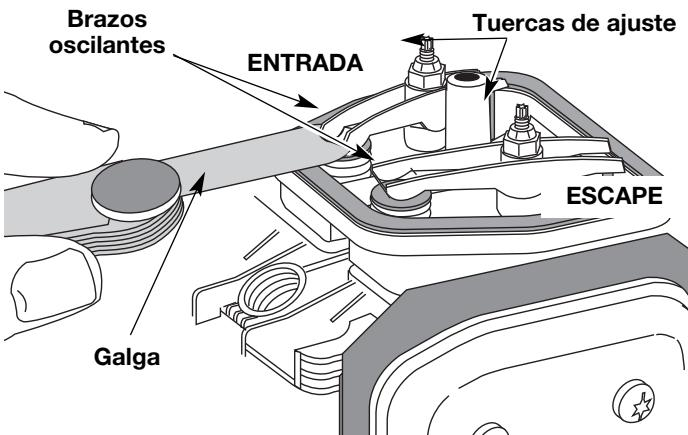

Figure 40
9. Deslice la galga entre el brazo oscilante y el resorte de retorno de la válvula. Mida el huelego entre el vástago de la válvula y el brazo oscilante (Fig. 40). Realice esto en las válvulas de entrada y de escape
El huelego recomendado para las válvulas de entrada y de escape es .003 – .006 pulgadas (.076 – 0.152 mm). Use un calibrador regular de automóvil de .005 pulgadas (0.127 mm). El calibrador debe deslizarse entre el balancín y el vástago de la válvula con una ligera cantidad de resistencia, sin doblarse (Fig. 40).